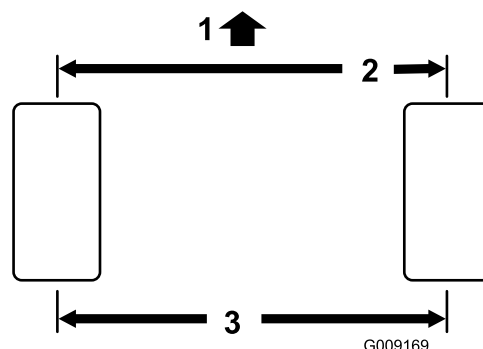

Figura 109
2. Meça a distância de centro a centro (à altura do eixo) na zona dianteira e traseira dos pneus da direção (Figura 109).